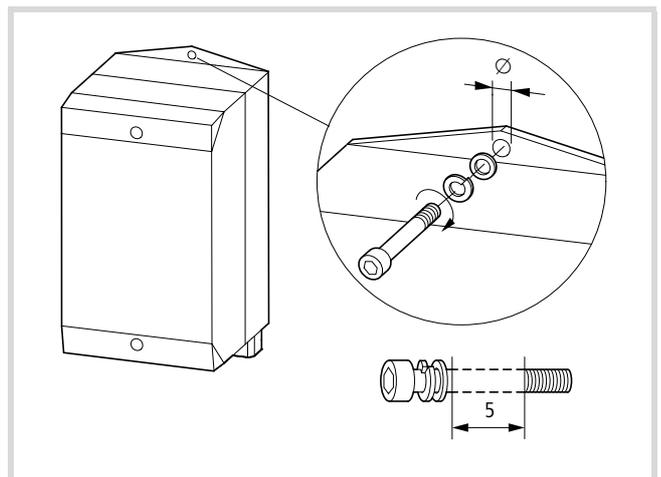

Abbildung 39: Montage
- ▶ Befestigen Sie das Unterteil mit zwei M5-Schrauben (siehe Abb. 39).